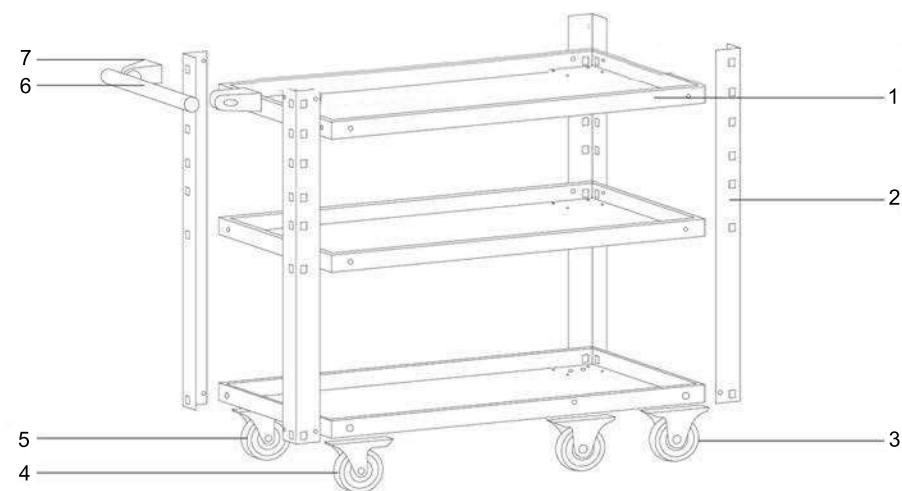

Рис. 1. Комплектность поставки
2. Тележка поставляется в разобранном виде. Проверьте комплектность поставки (номера позиций на рис. 1 соответствуют номерам позиций в таблице «Комплектность поставки»).